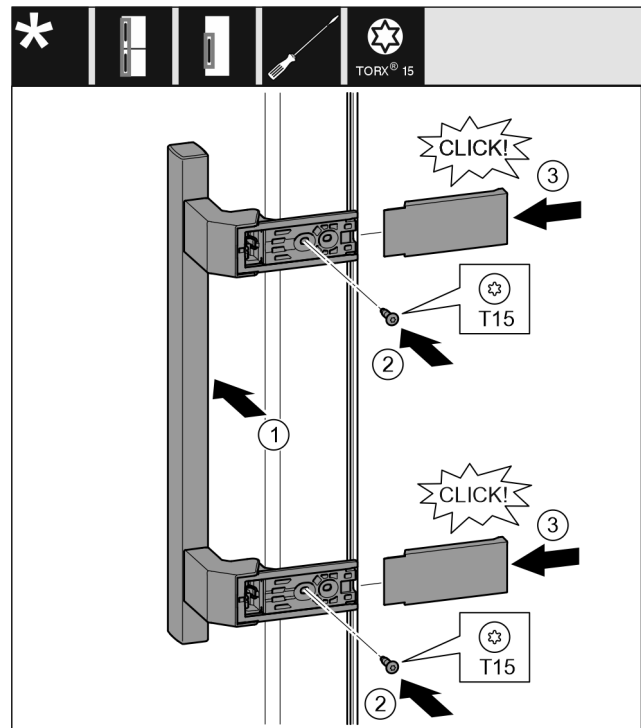

Fig. 38
- Poser la poignée sur le côté opposé. Fig. 38 (1)
- Serrer les vis avec un tournevis T15. Fig. 38 (2)
- Mettre en place les caches latéralement et les enfiler. Fig. 38 (3)